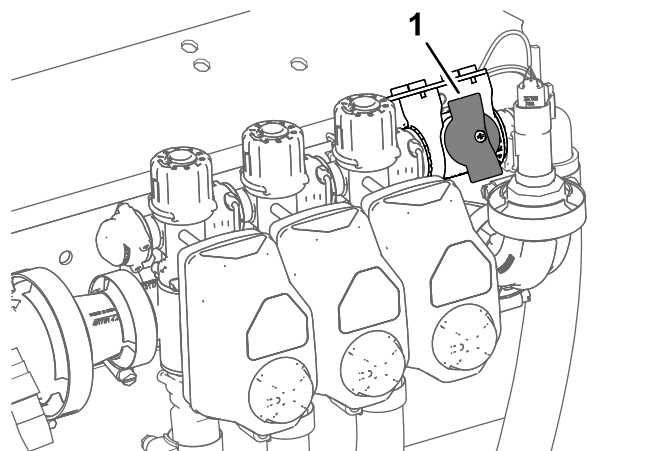

Figure 34
4. Pour les machines fonctionnant en mode débit d'application, vérifiez que la vanne de coupure de dérivation de section à la position fermée (Figure 34).
5. Pour les machines fonctionnant en mode débit d'application, vérifiez que la vanne de coupure de dérivation de section est fermée (Figure 34).